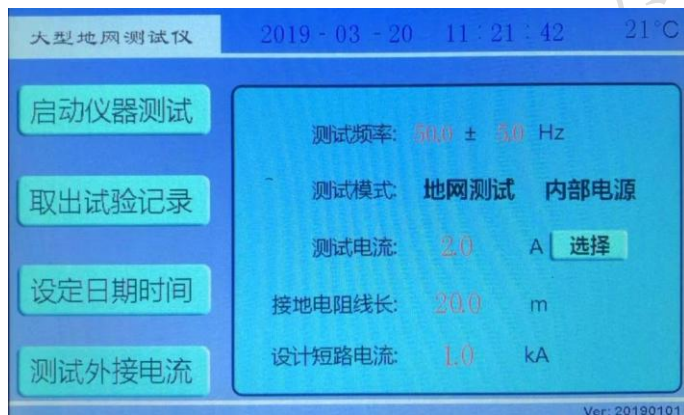
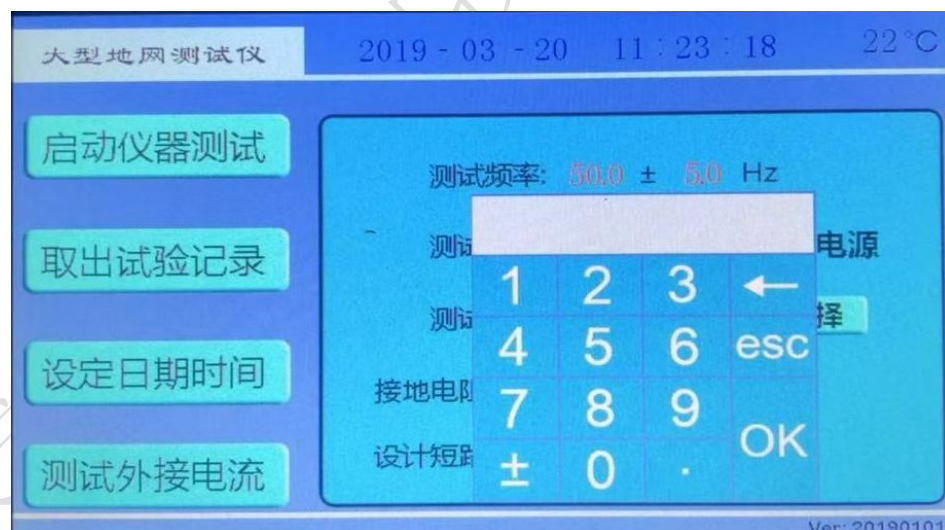
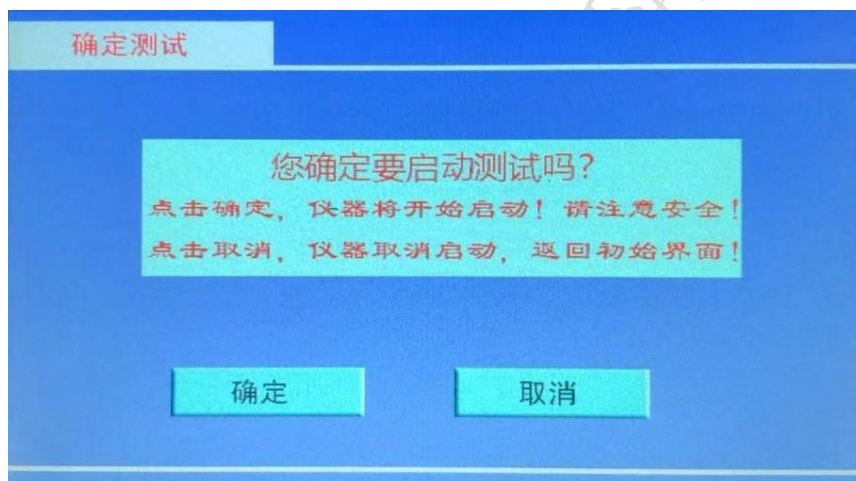

图 5 开机界面
图9 红色数字参数修改界面
图10 测试确认界面
1. 打开电源开关，计算机进行自检，几秒钟后，液晶屏显示中文主菜单如图 5 所示，表示自检成功。
7) 开机界面(图 5)下，红色数字的修改。如测试频率等项目，只需要使用触屏笔或手指点击，就可弹出数字键盘，然后修改即可。（图 9）
在开机界面(图5)下,测试模式选择**地网测试**,使用触屏笔或手指点击启动**仪器测试**,出现测试确认界面(图10):
点击**确定**,将开始升流测试.请**确认已经接好测试线**.此时将出现**地网测试**界面(图11)。点击**取消**,仪器将返回开机界面(图5)。
此时按下**退出**，返回到开机界面(图 5)。按下**打印**，打印出结果。
在开机界面(图 5)下，测试模式选择**接地电阻**，（线长一般选择 20 米）使用触屏笔或手指点击**启动仪器测试**，出现测试确认界面（图 14）：
点击**确定**, 将开始升流测试. 请**确认已经接好测试线**. 此时将出现**接地电阻测试界面**(图 15). 点击**取消**, 仪器将返回开机界面(图 5).
在开机界面(图 5)下,测试模式选择**恒流测试**, (短路电流一般为 1kA)使用触屏笔或手指点击**启动仪器测试**,出现测试确认界面(图 18):
此时将出现**恒流测试**界面(图 19)。点击**取消**,仪器将返回开机界面(图 5)。
此时按下**退出**, 返回到开机界面(图 5)。按下**打印**, 打印出结果。